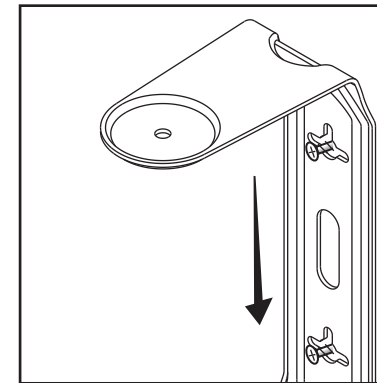

FIGURE 14
13. Once the speaker is mounted, the bracket knobs can be loosened to "aim" the speaker, and then hand-tightened to keep the speaker angled correctly [figure 14].
13. Une fois l'enceinte installée, les boutons du support peuvent être desserrés pour orienter l'enceinte puis resserrés à main pour garder l'enceinte correctement et solidement orientée [figure 14].
Attach and remove the speaker from the permanently secured bracket by tightening and loosening the bracket knobs [as shown in figure 14].
Pour une installation plus solide, visez le support directement dans un montant portant du mur. Enfoncez les vis solidement à travers a partie rétrécie des fentes en trou de serrure et dans le montant. Ne laissez pas les têtes de vis dépasser. Montez ou dégagez l'enceinte en serrant ou desserrant les boutons du support [figure 14].